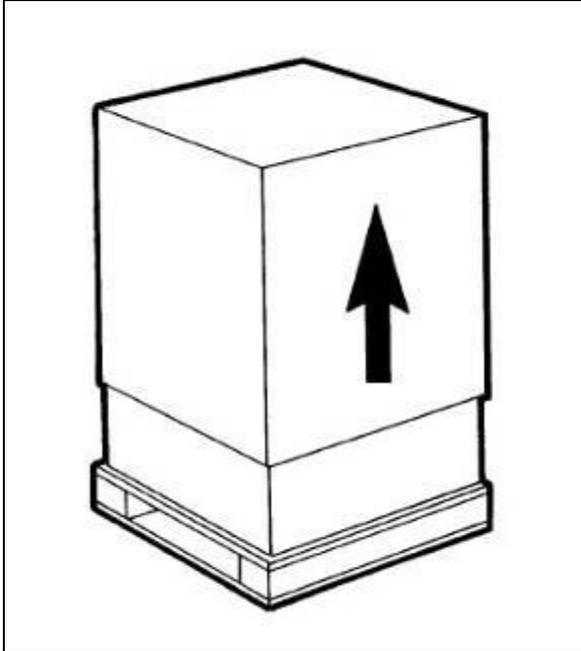

Fig. 18
a) Después de haber quitado el embalaje **conservar todos los elementos para el almacenaje invernal** y asegurarse de la integridad del aparato (fig.18).